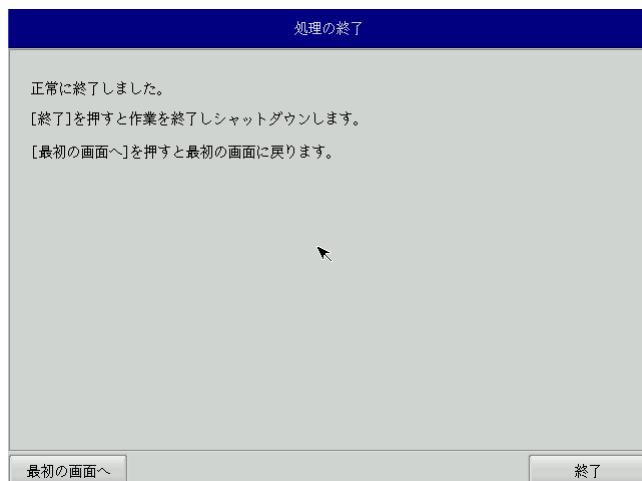

図 5-3-7. 終了画面
- ⑩ 終了画面（図 5-3-7）が表示されるとバックアップ作業は完了です。[終了]ボタンを押して電源を落してください。